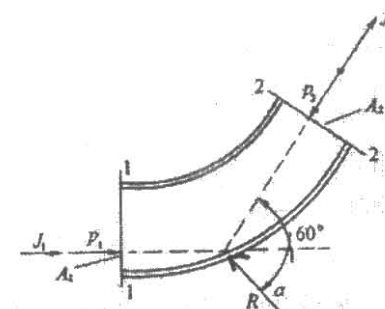

图3 水平弯管受力
3. 水在直径  $d = 100\text{mm}$  的  $60^\circ$  水平弯管中, 以  $5\text{m/s}$  的流速流动。如图3所示。弯管前端的压强为  $0.1\text{at}$ 。如不计水头损失, 也不考虑重力作用, 求水流对弯管1-2的作用力。